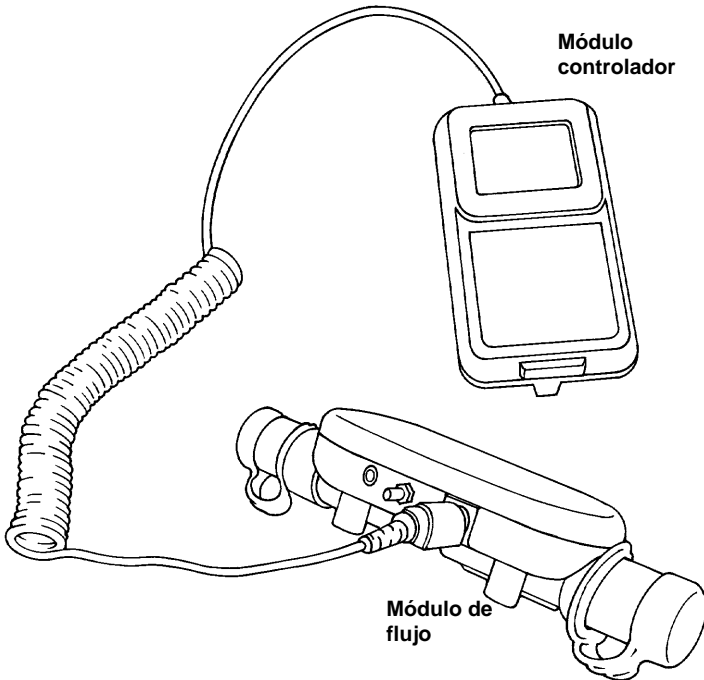

Figura 3. Conexión del módulo controlador a un módulo de flujo
1. Conecte el módulo controlador al módulo de flujo (**Figura 3**).